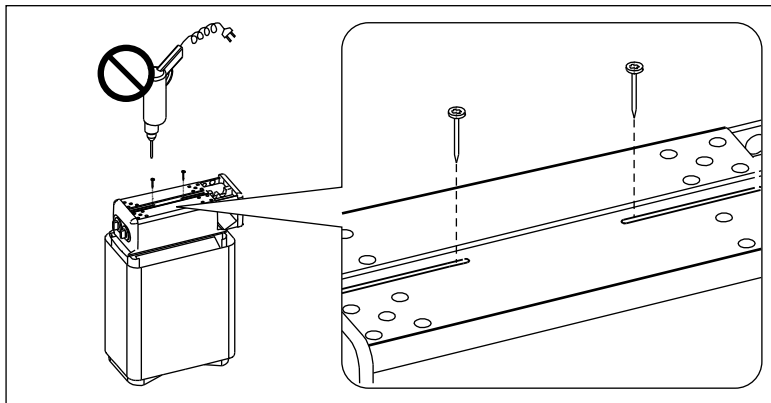

Рисунок 7.
1. Каменку поворачивают вверх дном. Опасайтесь повреждения регулятора пара. Крепежные шурупы (1 шт./торец) торцевых частей, находящиеся в дне электрокоробки, снимают (См. рис. 7).